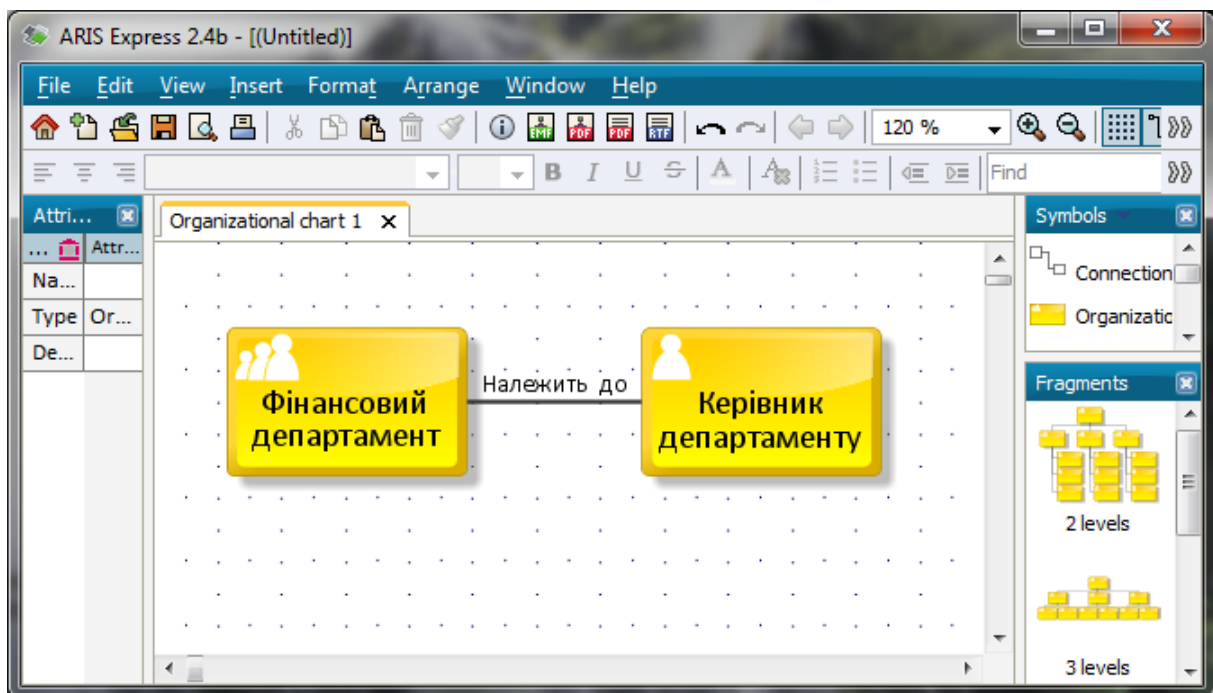

Рис. 2.11. Відображення ролі зв'язку в організаційній схемі
7. На рис. 2.11 наведено фрагмент організаційної схеми з відображеною назвою зв'язку "Належить до" між організаційною одиницею "Фінансовий департамент" і роллю "Керівник департаменту".